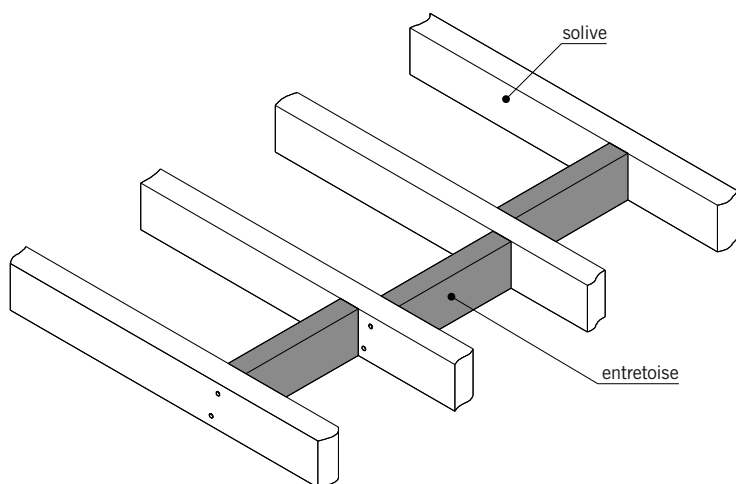

fig. 4.24
■ L'**entretoise** ou l'**étrésillon** (fig. 4.24) : petite pièce de bois placée entre les solives afin d'empêcher ces dernières de se gauchir (de se déformer par torsion). Les entretoises sont posées en quinconce pour permettre leur fixation par clouage.